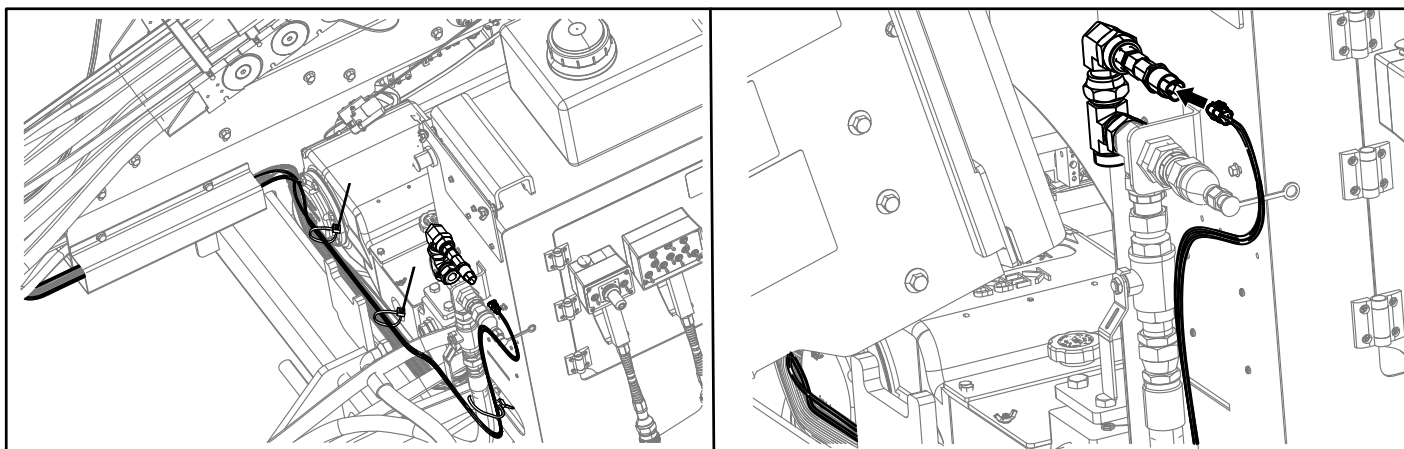

Figure 6
9. Acheminez le faisceau de câblage le long des faisceaux existants jusqu'au transducteur (Figure 6).